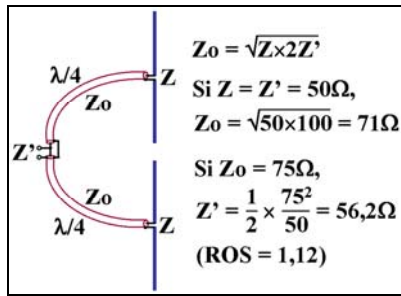

Figure 1 : Couplage de deux antennes : exemple d'adaptation par lignes $\lambda/4$
Nous avons vu qu'une ligne quart d'onde Z_0 chargée par une charge Z ramenait une impédance Z' selon la formule : $Z' = Z_0^2 / Z$ ⁽¹⁾. Si Z est capacitif, Z' est inductif, et inversement. En pratique on utilise une ligne quart d'onde pour adapter une charge résistive pure. Nous avons sur la figure 1 un exemple de couplage de deux antennes identiques ⁽²⁾.
- 1) Revoir le "Comment ça marche" sur les lignes HF (11).
- 2) La figure 1 est un dessin d'artiste. Ce système ne peut être fabriqué que si les dipôles sont parallèles ou en croix.